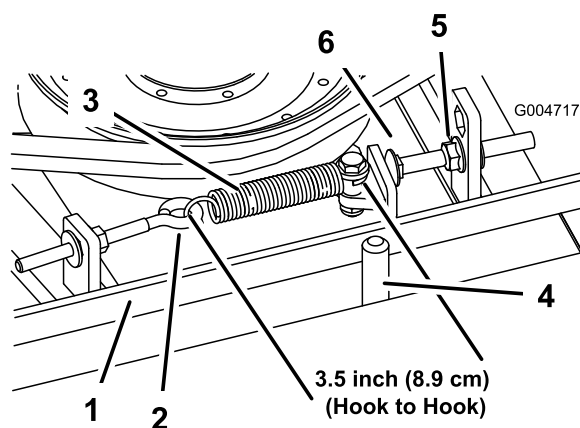

Figura 72
Quando a tensão estiver correta, a medida interior da mola de extensão (gancho a gancho) deverá ser de cerca de 8,3 cm a 9,5 cm. Logo que se obtenha a tensão correta da mola, ajuste o pino de fecho (parafuso da carroçaria) até haver uma folga aproximada de 2 a 5 mm entre a cabeça do parafuso e o braço intermédio (Figura 72).
Nota: Certifique-se de que correia está colocada no lado da mola do guia da correia (Figura 72).
2. Desaperte o parafuso com olhal permitindo a remoção da mola de extensão (Figura 72).
- Desaperte a porca flangeada que prende o pino de fecho à patilha de montagem e afaste a polia intermédia da correia para libertar a tensão da correia (Figura 72).
- Ligue a mola de extensão (Figura 72) ao parafuso de olhal e aplique a tensão na correia como se segue: